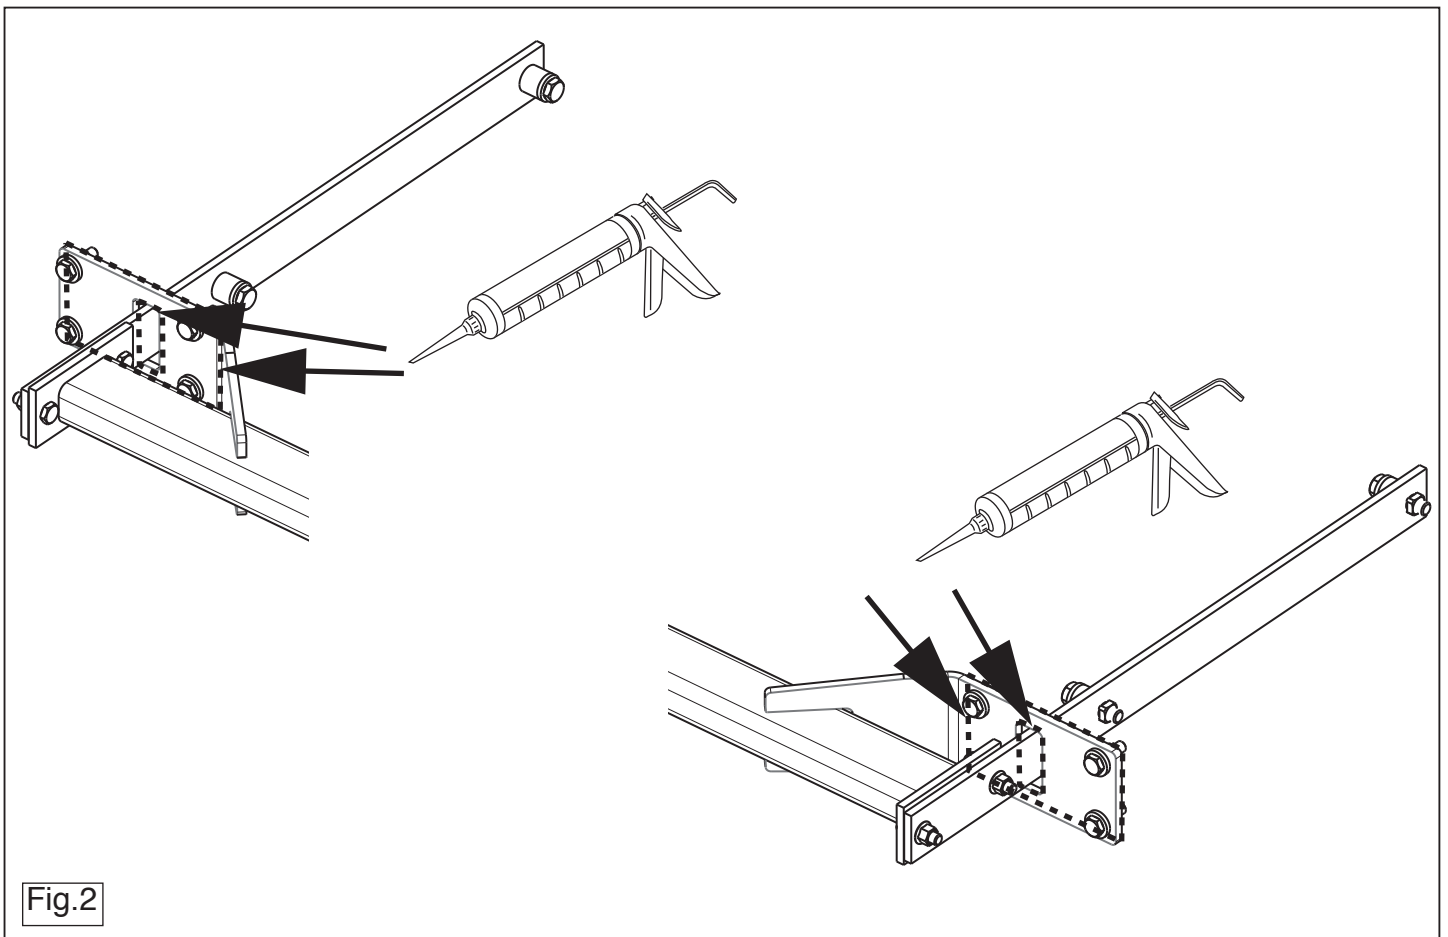

Fig.2
10. Герметизировать обозначенные части (см. рис. 2)
10. Seal the portions indicated (see fig. 2).